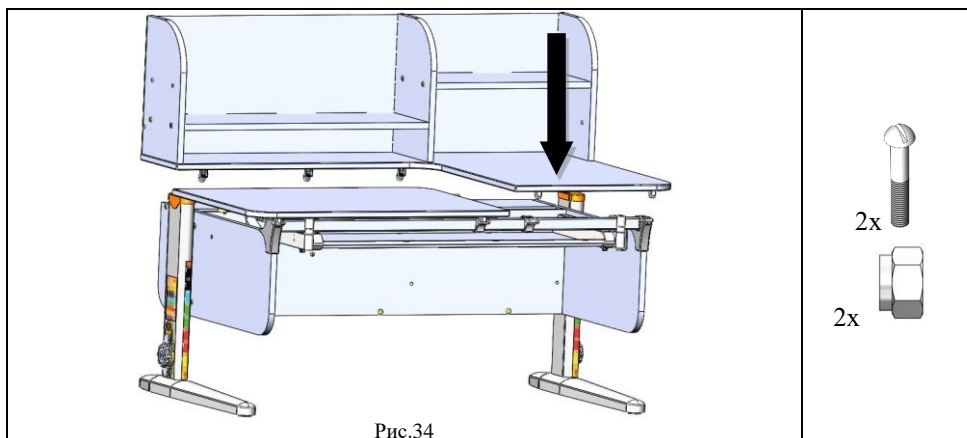

Рис.34
5.7.4. На сборку по п.5.7.3 положить сверху столешницу (сборка по п.5.5.7) так, чтобы выступы верхних частей шарниров входили в пазы нижних частей шарниров, а оси отверстий совпадали. В отверстия шарниров вставить винты М6х30 (поз. 8, пакет № 226) и навернуть гайки самоконтрящиеся (поз. 3, пакет № 226) согласно рис. 34, 31а. С задней части стола закрепить при помощи саморез с прессшайбой 4,2х16 мм (поз.2, пакет 226) в технологические отверстия упоров, см.рис.34а.
Рис.34а